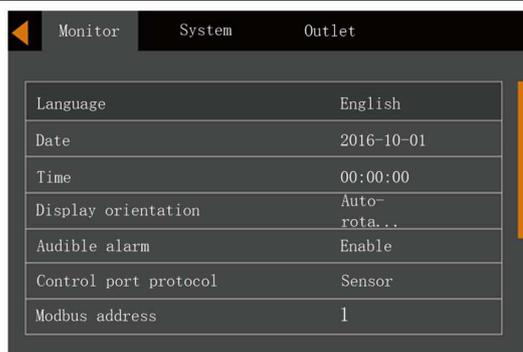

Figura 5-15 Interfaz de monitor
2. Pulse la tecla  para mover el cursor a "Monitor", véase la Figura 5-15.